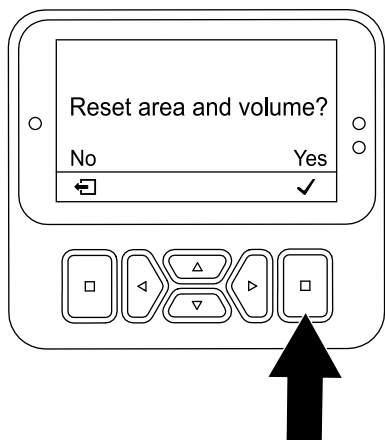

Figura 101
5. En la pantalla RESET AREA AND VOLUME, pulse el botón Seleccionar (Figura 101).